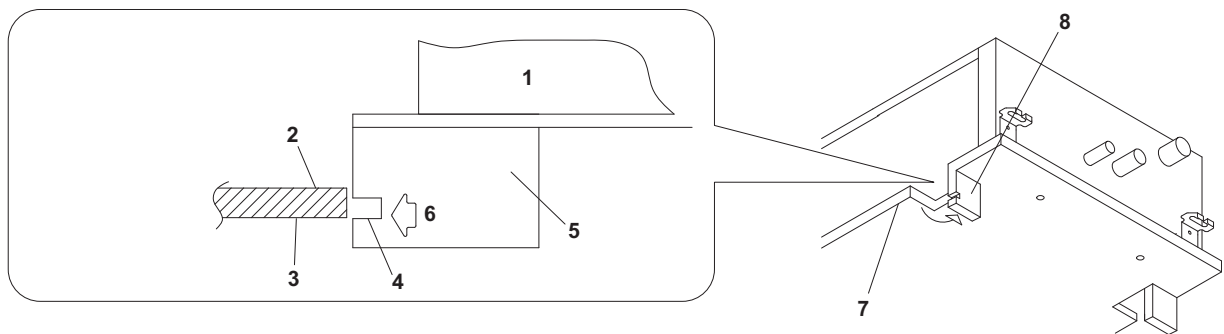

Bild 5
- Vik guiderna (4 platser) som visas i installationsmallen (5). Justera inomhusenhetens höjd från golvnivå så att innertakets nedre yta matchar skårans nedre del. **(Se bild 5)**
- Skär av guiderna från installationsmallen (5) och placera guiden mot inomhusenhetens underkant. Justera enhetens höjd från golvnivå så att innertakets nedre yta matchar skårans nedre del. **(Se bild 5)**